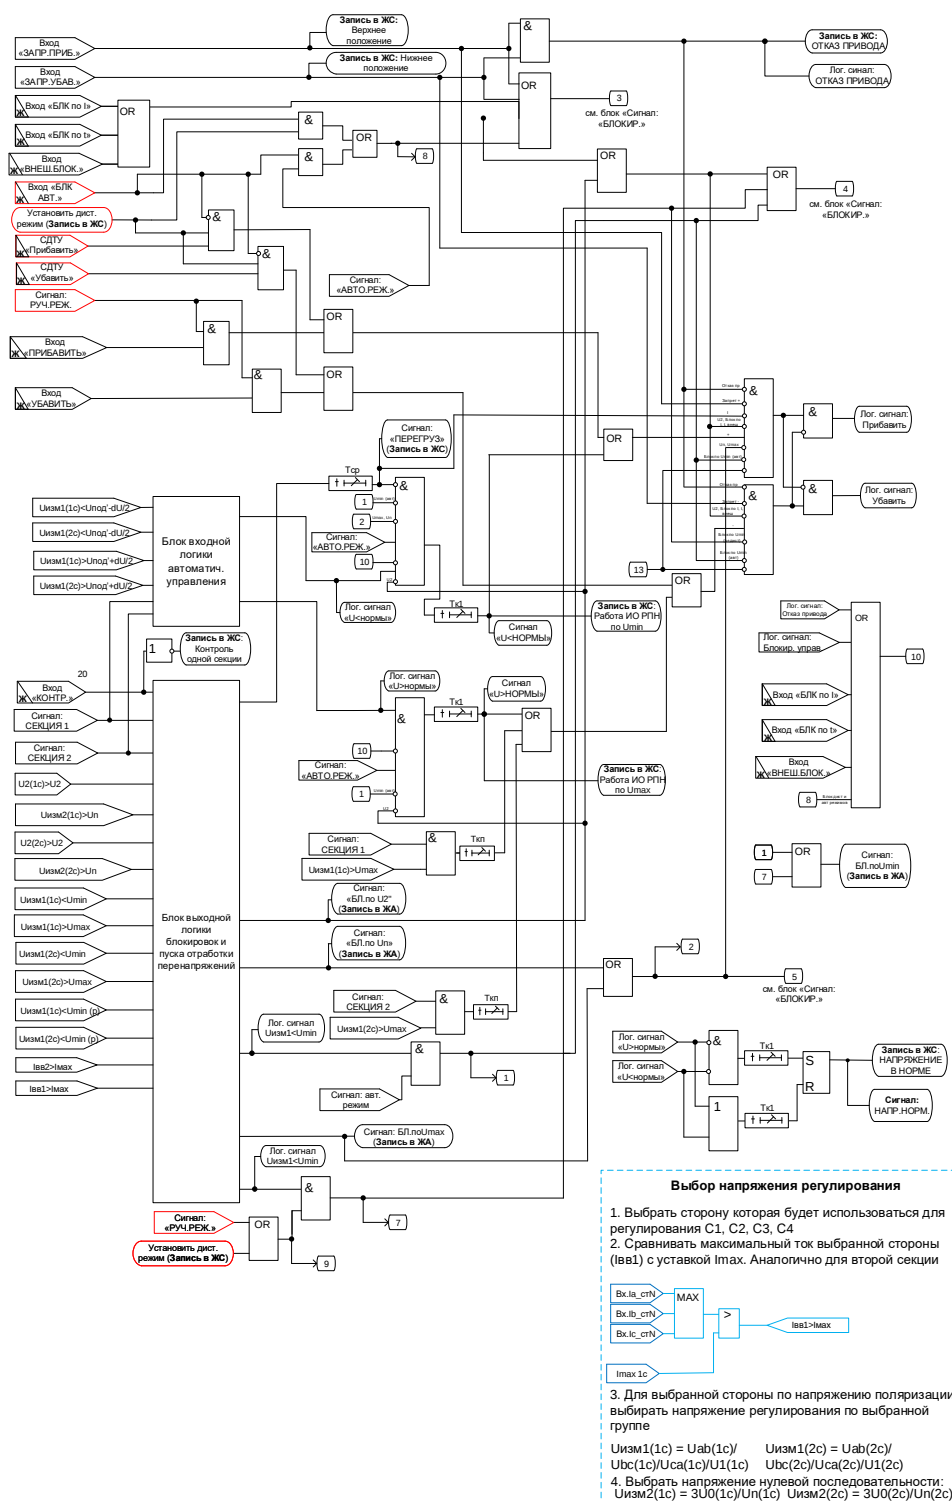
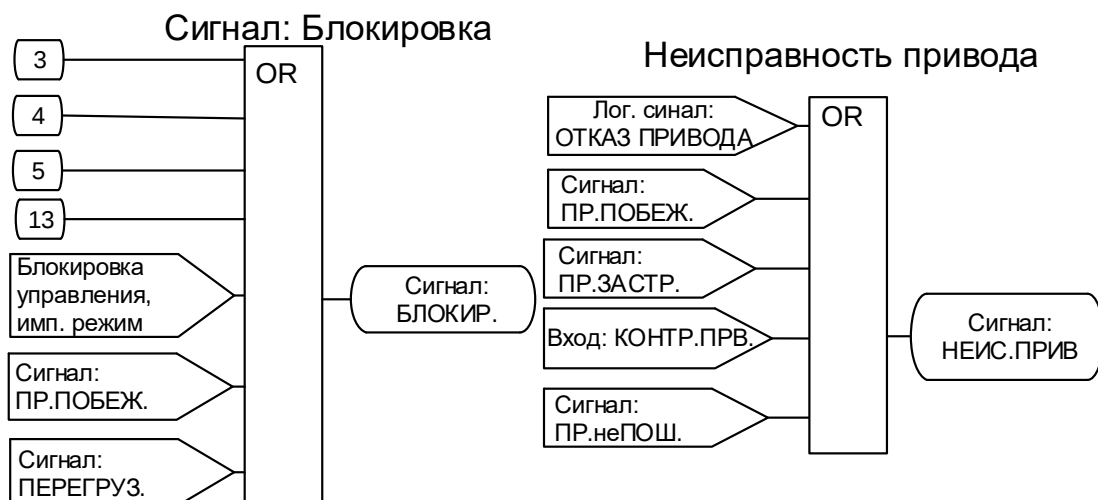

Рисунок 6.90 – Логика формирования сигналов управления
Рисунок 6.97 – Логика формирования сигналов «блокировка» и сигнала «неисправность привода»
Блокировки. Наличие любого сигнала внешней блокировки («**ВНЕШ. БЛОК.**», «**БЛК по I**», «**БЛК по t**») запрещает формирование команд «**ПРИБАВИТЬ**» и «**УБАВИТЬ**» (см. рис. 6.90), формируется сигнал «**БЛОКИР.**» (см. рис. 6.97). При снятии сигналов внешней блокировки пропадает сигнал «**БЛОКИР.**», разрешается регулирование.
Если обнаружен сигнал от нижнего концевого выключателя (на входе «**ЗАПР.УБАВ**»), то запрещается выдача команды «**УБАВИТЬ**», формируется сигнал «**БЛОКИР.**» (см. рис. 6.97). При снятии сигнала от концевого выключателя снимается сигнал «**БЛОКИР.**».
Если обнаружен сигнал от верхнего концевого выключателя (на входе «**ЗАПР.ПРИБ**»), то запрещается выдача команды «**ПРИБАВИТЬ**» (см. рис. 6.90), формируется сигнал «**БЛОКИР.**» (см. рис. 6.97). При снятии сигнала от концевого выключателя снимается сигнал «**БЛОКИР.**».
При одновременном наличии сигналов на дискретных входах «**ЗАПР.ПРИБ**» и «**ЗАПР.УБАВ**» регулировка напряжения полностью запрещается, формируются сигналы «**БЛОКИР.**», запись в ЖС «Отказ привода», «**СИГН.РПН**». Регулятор деблокируется, когда будут сняты оба сигнала (см. рис. 6.90; 6.96; 6.97).
Внутренняя блокировка по току. Если в регулируемой секции ток ввода $I_{вв} > I_{мах}$, то через время контроля перегрузки по току $T_{ср}$ запрещается выдача команды «ПРИБАВИТЬ», формируется сигнал «БЛОКИР.», формируются длительный сигнал «ПЕРЕГРУЗ» и импульсный сигнал «СИГН.РПН» (см. рис. 6.90). Сигналы «БЛОКИР.» и «ПЕРЕГРУЗ» сбрасываются, когда ток уменьшается ниже $0,95 I_{мах}$. Ток $I_{вв}$ - максимальный фазный ток регулируемой секции.
Внутренняя блокировка по U_2 предназначена для блокировки управления РПН при перегорании предохранителя в цепях ТН. Если в регулируемой секции напряжение U_2 превышает уставку, то регулирование запрещается, формируется сигнал «БЛОКИР.» (см. рис. 6.90 и 6.97). При снижении напряжения ниже 98% порогового значения пропадает сигнал «БЛОКИР.», разрешается регулирование.
Работа при достижении U_{min} . Если в регулируемой секции в автоматическом режиме управления действующее значение напряжения меньше U_{min} , то запрещается регулирование, формируется длительный сигнал «БЛОКИР.» и импульсный сигнал «СИГН.РПН» (см. рис. 6.90; 6.96 и 6.97). При повышении напряжения выше $1,02U_{min}$ сбрасывается сигнал «БЛОКИР.», разрешается регулирование.
В ручном или дистанционном режимах управления при снижении действующего напряжения регулируемой секции меньше $U_{min} (p+d)$, запрещается формирование команды «УБАВИТЬ», формируется длительный сигнал «БЛОКИР.» и импульсный сигнал «СИГН.РПН» (см. рис. 6.90; 6.96 и 6.97). При повышении напряжения выше $1,02U_{min}(p+d)$ сбрасывается сигнал «БЛОКИР.», разрешается формирование команды «УБАВИТЬ».
- запрещается выдача команды «ПРИБАВИТЬ», формируется длительные сигналы «БЛОКИР.» и «СИГН.РПН» (см. рис. 6.90; 6.96 и 6.97);
Контроль двух секций. Если контролируются обе секции (установлен сигнал «КОНТР.») и обнаружено превышение условия в любой из двух секций («ПЕРЕГРУЗ»), то формируются длительные сигналы «БЛОКИР.» и «СИГН.РПН» и блокируется выдача соответствующей команды управления (см. рис. 6.90; 6.96 и 6.97).
то запускается таймер Тк1 (задержка формирования первичной команды на управление приводом). Спустя время Тк1 формируется сигнал «U<НОРМЫ» и запускается логика формирования сигнала «ПРИБАВИТЬ» (см. рис. 6.90).
Программа понижения напряжения. Если выполняется условие (6.5), то запускается таймер Тк1 (задержка формирования первичной команды на управление приводом). Спустя время Тк1 формируется сигнал «U>НОРМЫ» и запускается логика формирования сигнала «УБАВИТЬ» (см. рис. 6.90).